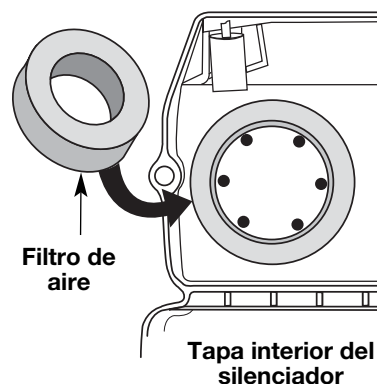

Fig. 24
2. Gire la tapa y ubique el filtro de aire adentro. Saque el filtro de aire de adentro de la tapa del filtro de aire / silenciador (Fig. 24).
6. Cambie el filtro de aire dentro de la tapa del filtro de aire / silenciador (Fig. 24).